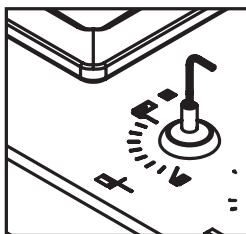
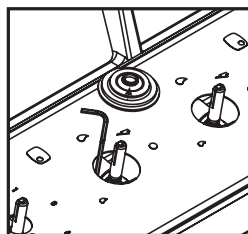

Fig. 30
Fig. 31
3. Inserte la llave Allen/Bristol (contenida en el kit de conversión) en el espigo de la válvula y gírelo en el sentido de las manecillas del reloj 14 de vuelta hasta obtener la llama deseada, ver fig. 30. Para serie Cristal (Ref. 1.6797.20) serie Alpha (Ref. 6160 / 6170) se debe retirar el empaque de caucho y hacer la regulación por un lado del espigo, ver fig. 31.